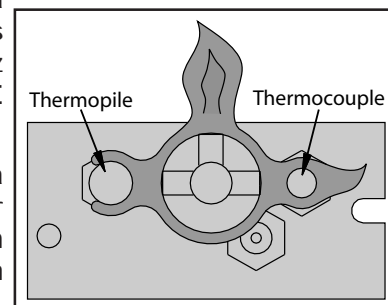

Figure 4. Pilot Flame
1. Fermez le gaz allant au foyer. **Si cela n'est pas fait récemment, Enlevez la vitre et permettez à l'air de sortir pendant au moins cinq (5) minutes pour vider tous les gaz.** Allumez le gaz à l'appareil de chauffage. Testez le joints pour une fuite avec une eau savonneuse. **N'UTILISEZ JAMAIS DE FLAMME OUVERTE POUR LE TEST DE FUITE.**
2. Démarrez le pilote en appuyant sur le contrôle du gaz et en le tournant à "PILOT". Tout en appuyant le bouton de contrôle de gaz, appuyez sur l'allumeur piézo plusieurs fois, jusqu'à ce la flamme du pilote s'allume. Tenez le bouton de contrôle du gaz enfoncé pendant 30 secondes. Vérifiez que le pilote a entièrement englouti l'assemblage du thermocouple (voir figure 4).
Effectuez périodiquement une vérification visuelle des flammes du pilote. Une des flammes devrait englober l'allumeur et le thermocouple, l'autre doit brûler sur les ports du brûleur (voir figure 4). Vérifiez également que le brûleur fonctionne correctement, référez-vous à la section Ajustement du Venturi.